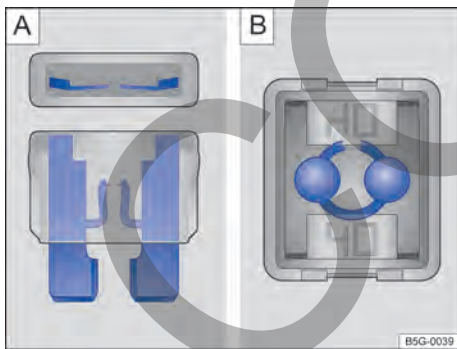

Fig. 168 Fusible quemado: **A)** fusible plano, **B)** fusible de bloqueo.
- Un *fusible plano* (ATO®, MINI®) quemado es reconocido desde arriba o desde el costado por la carcasa transparente en las bandas metálicas derretidas → fig. 168 A.
- Un *fusible de bloqueo* (JCASE®) quemado es reconocido por las bandas metálicas derretidas desde arriba de la carcasa transparente → fig. 168 B.